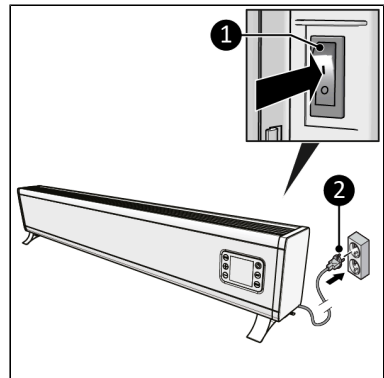

Abbildung 47.
1. Stellen Sie den EIN/AUS-Schalter auf EIN (Abbildung 47, pos. 1).
2. Die Anzeige (Abbildung 47, pos. 2) zeigt EIN an.